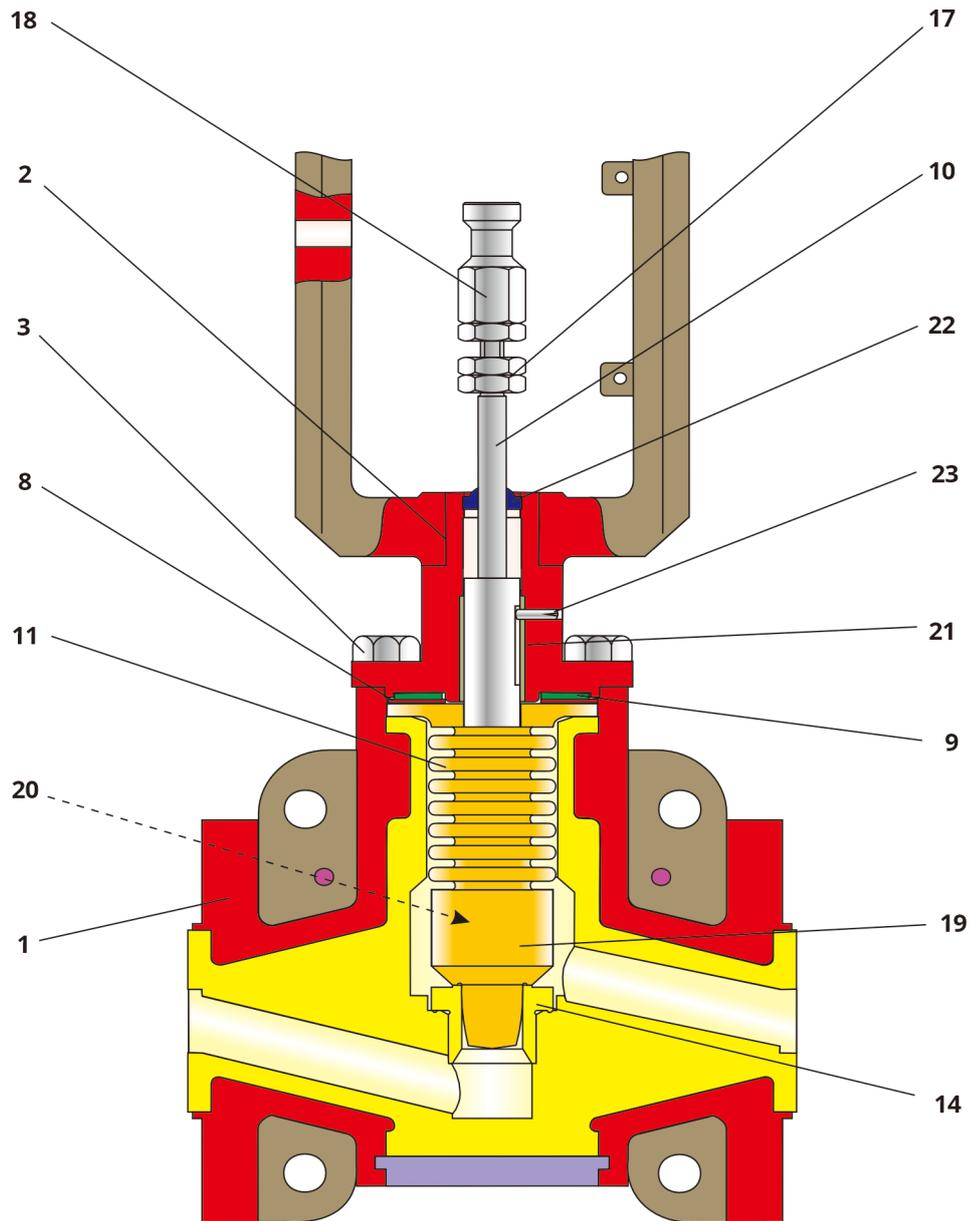

Fig. 3-2 : Vue en coupe d'une vanne microdébit à partir de l'année de fabrication 2015
- ⇒ Pousser le clapet (19) sur le soufflet (11).
- ⇒ Bloquer la connexion entre le clapet et le soufflet avec une ficelle en PTFE insérée jusqu'en butée (20). Couper le reste de la ficelle avec un couteau afin qu'elle affleure.
- ⇒ Placer la rondelle de pression (8) et la rondelle-ressort (9) sur le côté supérieur de la bride de l'unité du soufflet (11). La disposition est indiquée sur le dessin, de la figure 3-2.